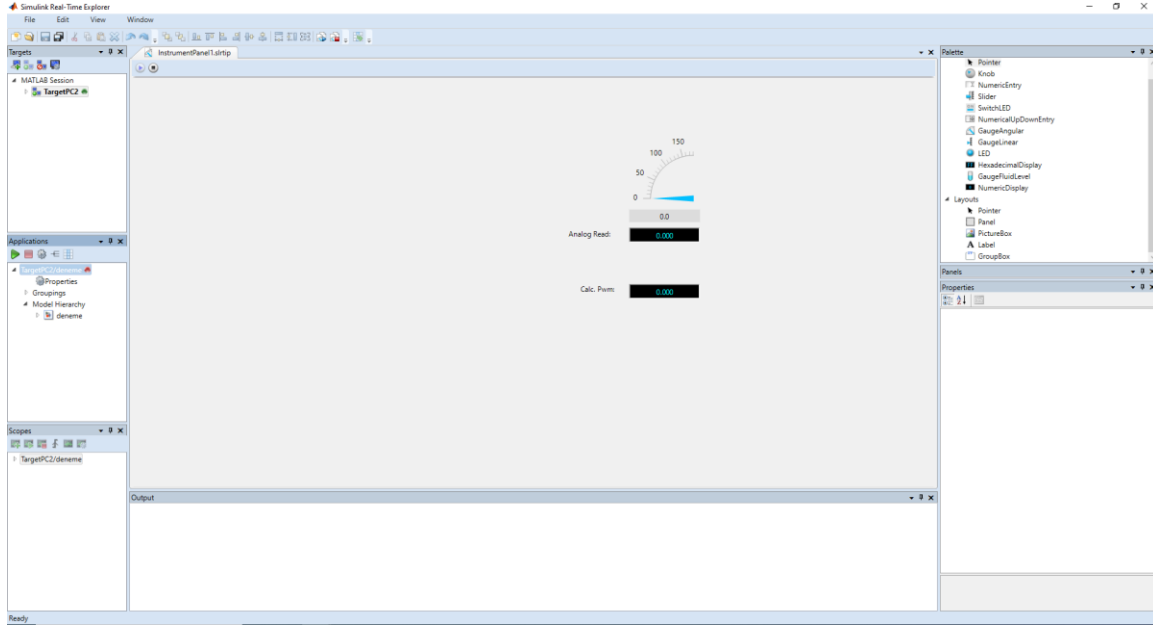

Fig. 13. Matlab RealTime Explorer
- Sağ tarafta bulunan palette'dan istediğiniz component'i sürükleyip panel üzerine bırakın (Fig.13).